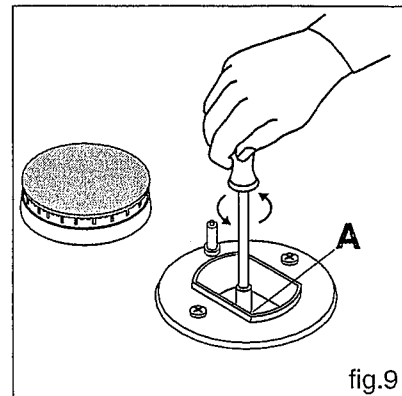

fig.9
- dévisser les injecteurs à l'aide d'une clé à tube de 7 mm. (fig.9) et les remplacer par les injecteurs appropriés au nouveau type de gaz (cf. tableau 1 "Caractéristiques des brûleurs et des injecteurs").